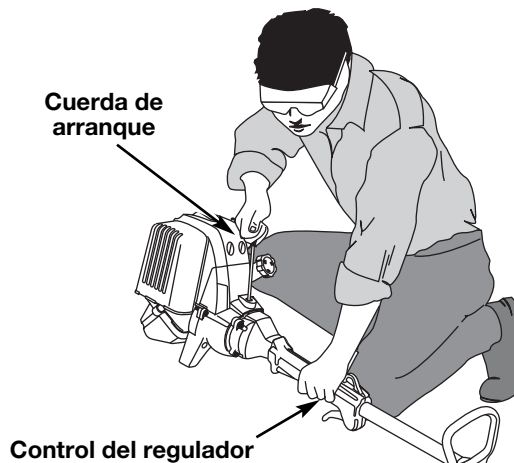

Fig. 9
5. Soporte en la posición de arranque y **no apriete el control de regulador** (Fig. 9). Tire bruscamente del cordón de arranque hasta 5 a 10 veces.